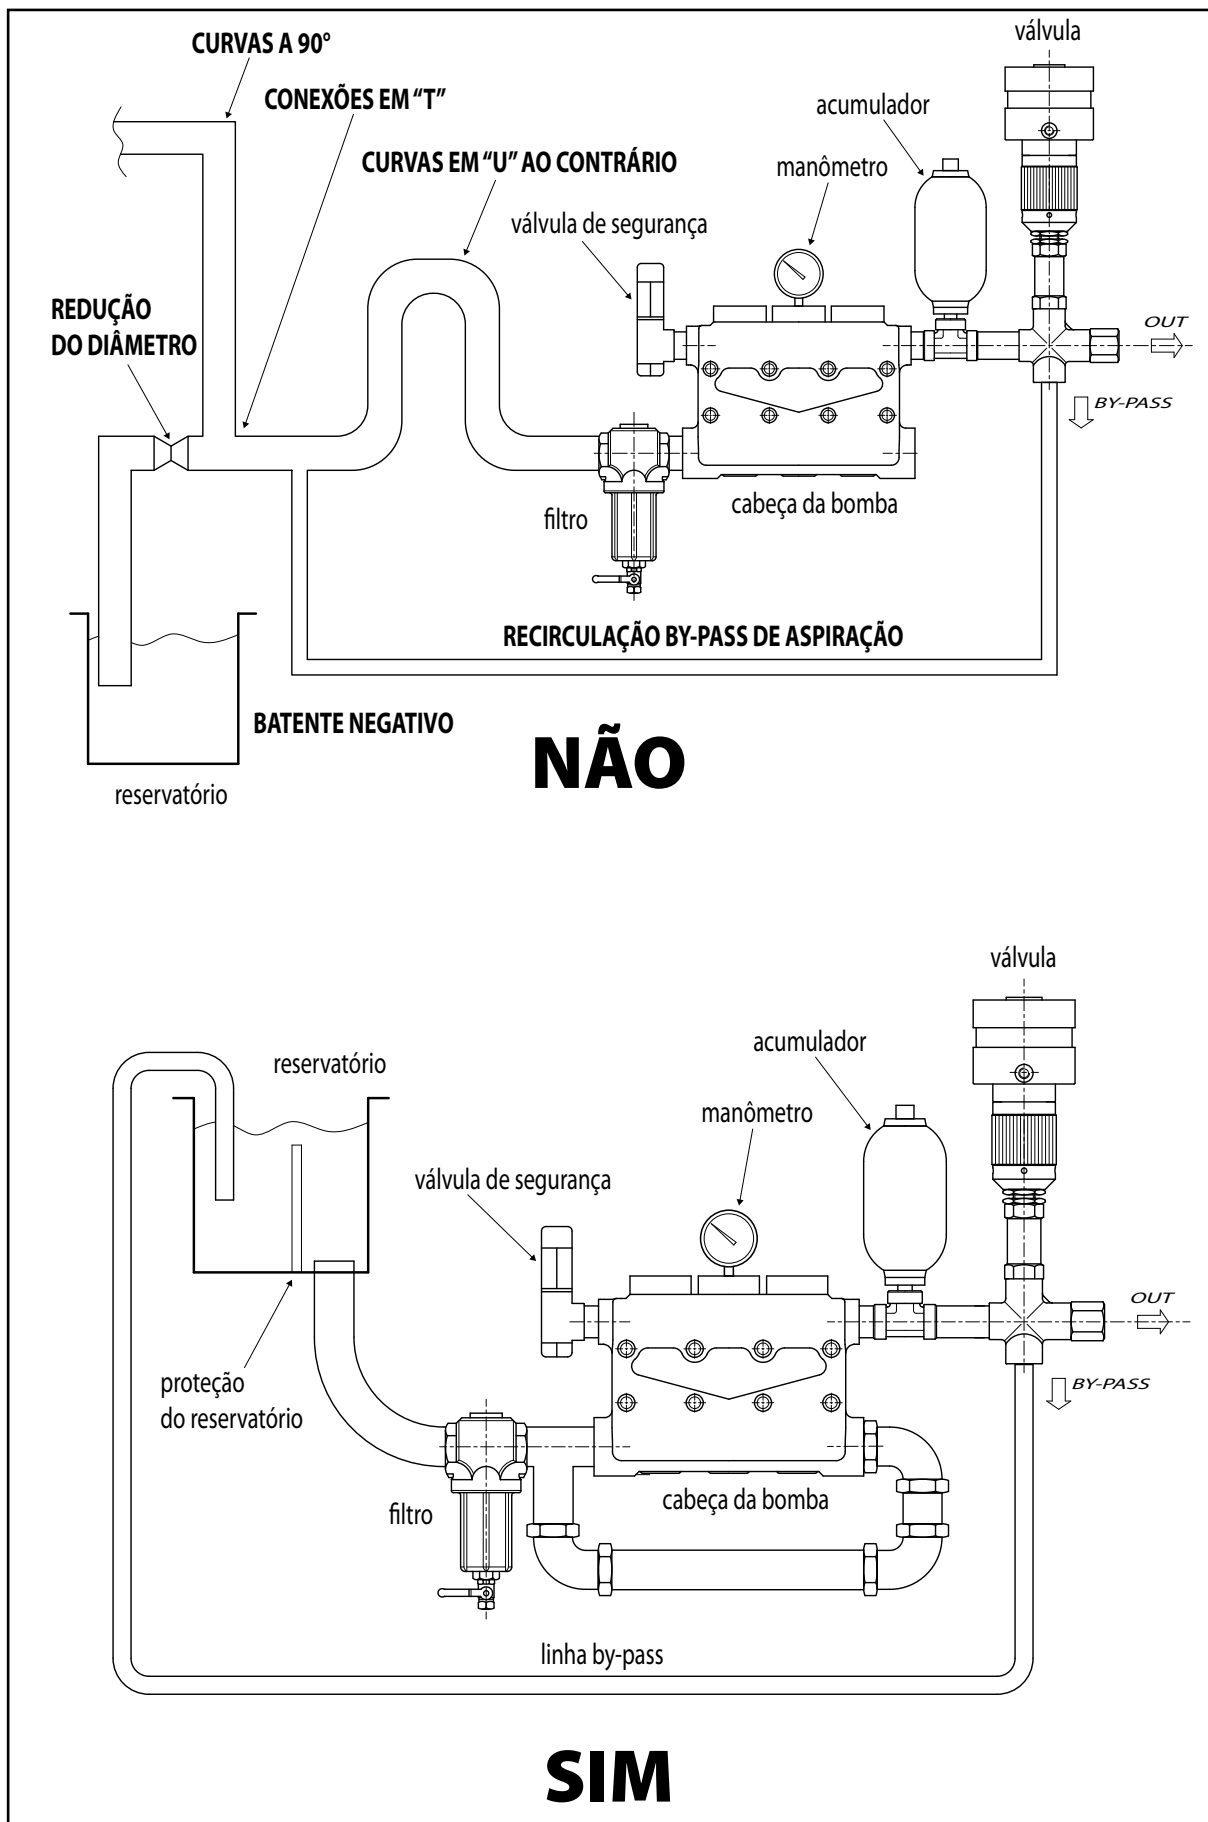

Fig. 2
Para efetuar as conexões hidráulicas de aspiração, vazão e by-pass, consulte o esquema geral de instalação ilustrado na fig. 2.
- Durante a fase de aspiração à bomba evite qualquer tipo de estrangulamento, declives e curvas em “U” ao contrário. Verifique também que as características do circuito sejam tais que impeçam o esvaziamento dos tubos de aspiração no momento de parada da bomba (vide fig. 2).